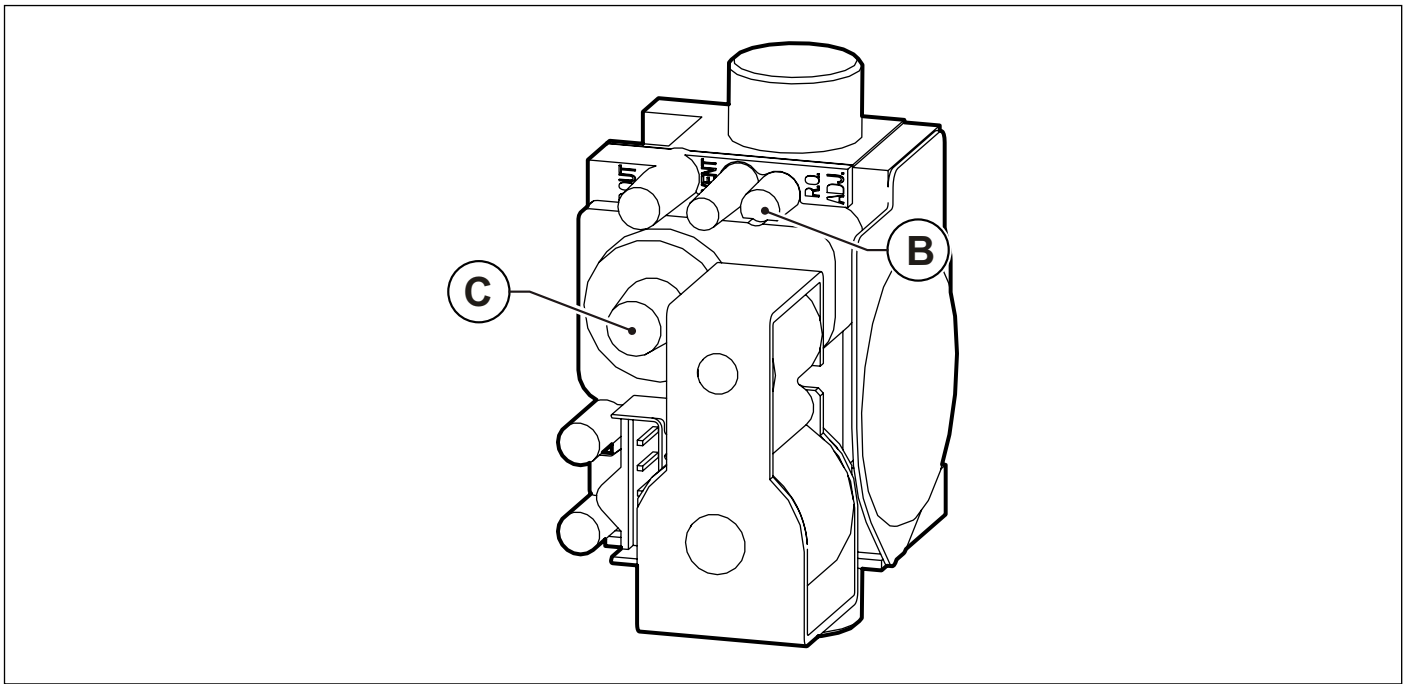

Fig. 46 Regolazione valore anidride carbonica
- Regolare il valore dell'anidride carbonica (CO₂) nei fumi ruotando il regolatore di rapporto **B** (vedi Fig. 46 Regolazione valore anidride carbonica) e assicurarsi che rientri nei limiti della Tab. 25 Valori di CO₂ nei fumi. Lasciare la caldaia in modalità spazzacamino e portarsi al passo successivo di regolazione alla potenza minima.
- Regolare il valore dell'anidride carbonica (CO₂) nei fumi ruotando il regolatore di offset **C** (vedi Fig. 46 Regolazione valore anidride carbonica) e assicurarsi che rientri nei limiti della Tab. 25 Valori di CO₂ nei fumi.